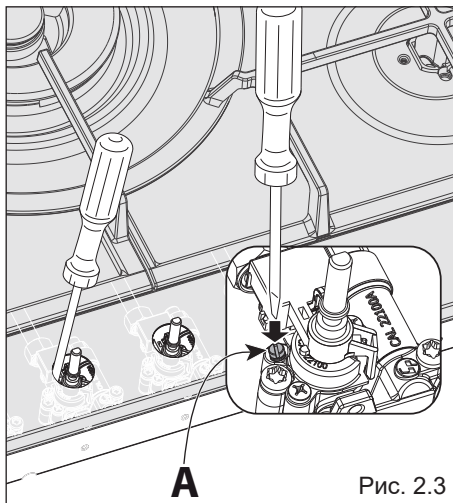

Рис. 2.3
- С помощью отвертки поверните винт “J” так, чтобы добиться нужного Вам результата. (рис. 2.3).